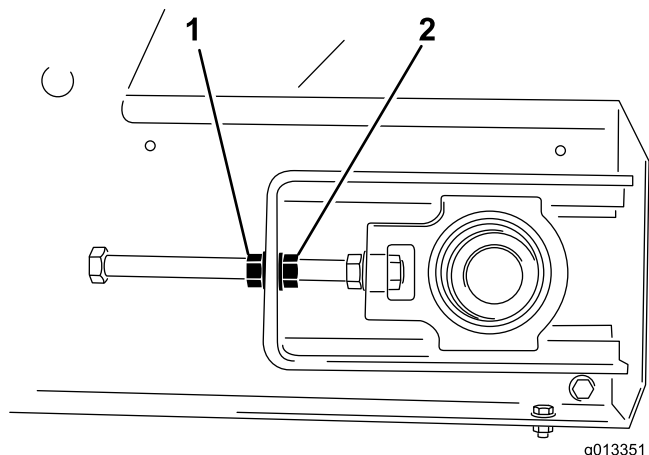

Bild 55
- Halten Sie das Ende der Spannstange mit zwei Schraubenschlüsseln fest und lösen Sie die Sicherungsmutter, d. h. die Mutter, die dem Stangenende am nächsten ist (Bild 55).
- Halten Sie das Ende der Spannstange auf der Seite fest, nach der das Band zieht; lösen Sie dann die Sicherungsmutter und ziehen die Einstellmutter um zwei Umdrehungen der Mutter an (Bild 55).